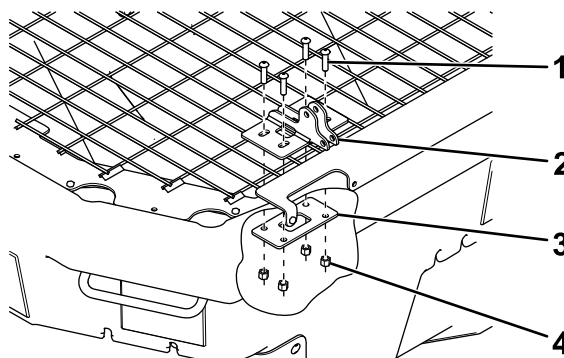

Bild 15
- Verwenden Sie für die Streuer VBX 6500 und 9000 vier Schrauben ( $\frac{3}{8}$ " x 1 $\frac{1}{2}$ " ), eine Klemmplatte und vier Muttern (Bild 15).
- Verwenden Sie für die Streuer VBX 6500 und 9000 vier Schrauben ( $\frac{3}{8}$ " x  $1\frac{1}{2}$ " ), eine Klemmplatte und vier Muttern (Bild 15).